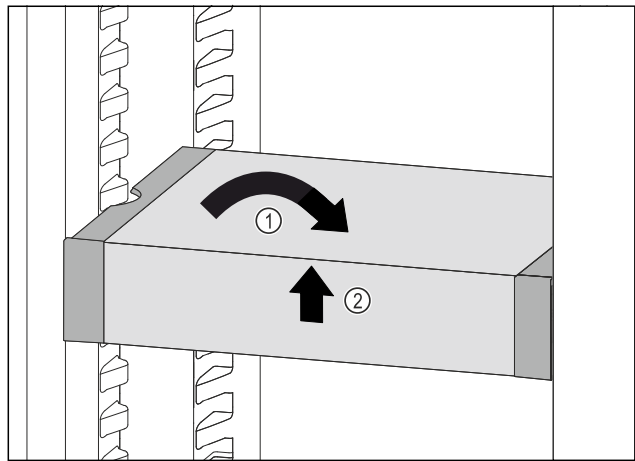

Fig. 197
- ▶ Установите VarioSafe прямо. Fig. 197 (1)
- ▶ Приподнимите VarioSafe спереди. Fig. 197 (2)